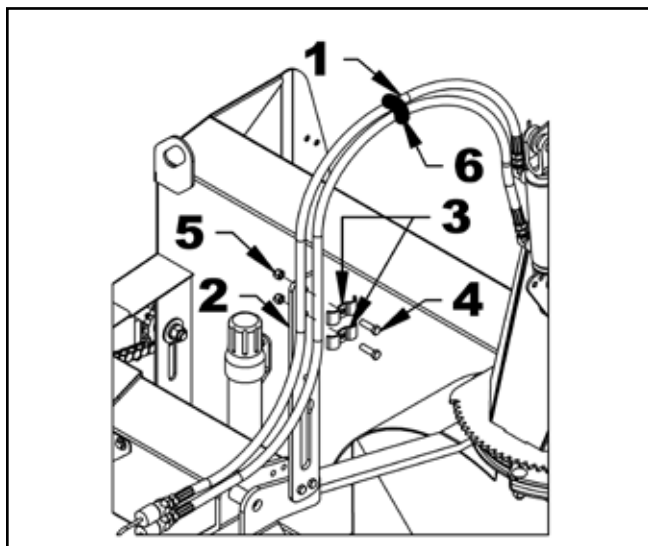

Figure 35. Fixer les tuyaux
7. Figure 35 : Faites passer les tuyaux (1) sur la souffeuse à neige avec un grand rayon de courbure, en évitant les bords tranchants et les points d'entretien de la souffeuse à neige. Fixez dans les deux trous supérieurs du support de tuyau (2) avec deux colliers de serrage (3), deux boulons 3/8 po NC x 1-1/4 po et des contre-écrous à insert nylon (4, 5). Ne serrez pas trop pour ne pas endommager les tuyaux.